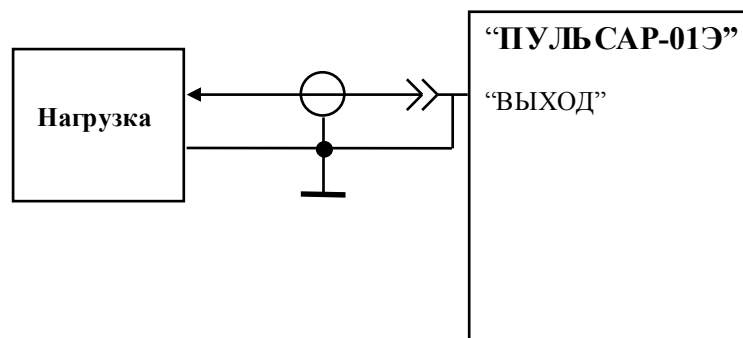

Рис. 6
- подключить нагрузку с входным сопротивлением не менее 500 Ом согласно рис.6;